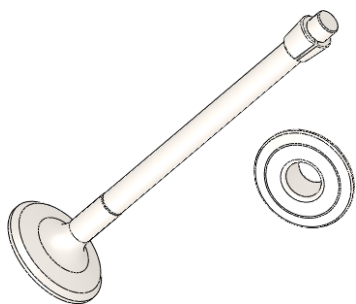

图 16-153 插入支座零件
- 13 单击【浏览】按钮，选择“支座.sldprt”零部件，单击【打开】按钮。在绘图区中合适位置单击，确定零部件的插入位置，如图 16-153 所示。